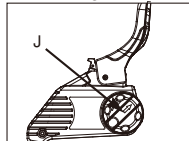
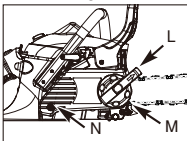

Fig. 3F
Fig. 3G
10. Vrid knappen (J) MOTURS tills MEDBRINGARTAPPEN (K) till slutet av sin bana. (Fig. 3F)
12. Läst skruven (N) hårt och följ steg 13 för att justera kedjespänningen.
13. Vrid spänningsringen hårt medurs (M), dra kontrollknappen i pilens riktning (L) för att vrida den hårt medurs och skjut sedan tillbaka kontrollknappen. (Fig. 3G)